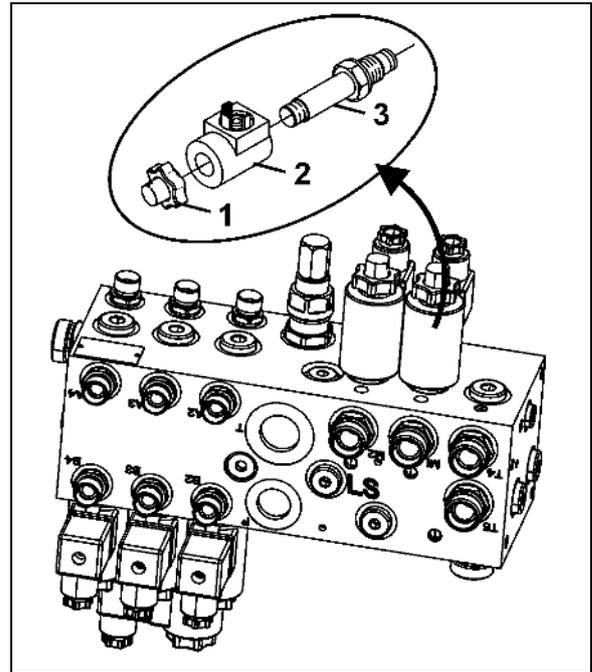

Fig. 59
2. Desenroscar la tapa del imán (Fig. 59/1)
3. Retirar la bobina magnética (Fig. 59/2)
4. Extraer la barra de válvula (Fig. 59/3) con los soportes de válvula y limpiarla con aire a presión o aceite hidráulico.